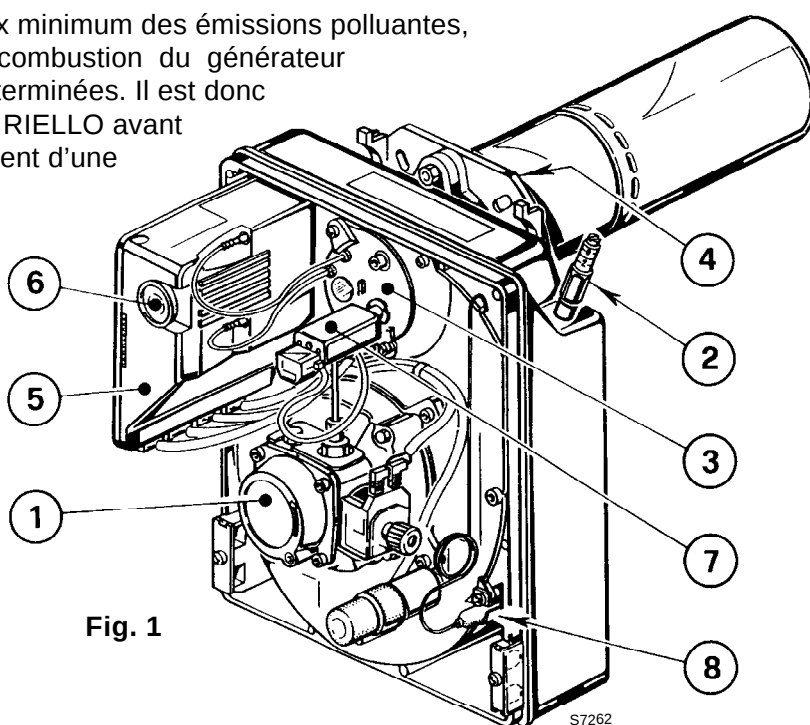

Fig. 1
- Die Reinigung des Flammdetektors ausführen (7, Abb. 1, Seite 1).
Nachfolgend finden Sie einige denkbare Ursachen und Abhilfemöglichkeiten für Störungen, die den Betrieb des Brenners beeinflussen oder einen nicht ordnungsgemäßen Betrieb des Brenners verursachen könnten. In den meisten Fällen führt eine Störung zum Aufleuchten der Kontrollleuchte in der Entstörtaste des Steuergeräts (6, Abb. 1, S. 1).